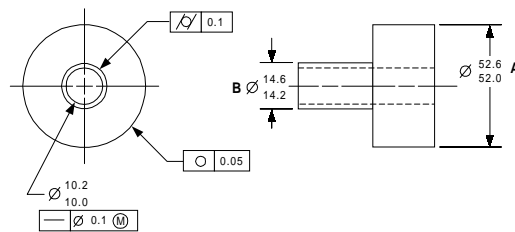

Figura 2
29. En la Figura 2, el dispositivo para verificar el control de linealidad sería un perno de _____ de diámetro.
30. En la Figura 2, el error de circularidad permisible del diámetro A se limita a . . .
31. En la Figura 2, la zona de tolerancia para el control de cilindridad es . . .